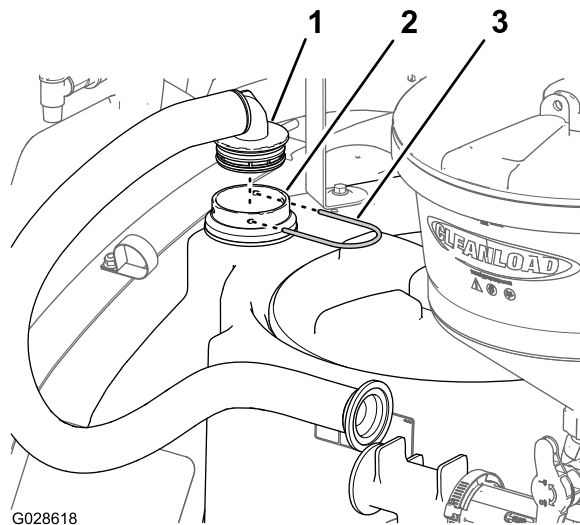

Рисунок 23
1. Вставьте прямоугольный ступенчатый штуцер шланга бака в переходной штуцер (Рисунок 23), установленный при выполнении пункта 2 раздела Установка переходного штуцера Штуцер \(страница 12\).